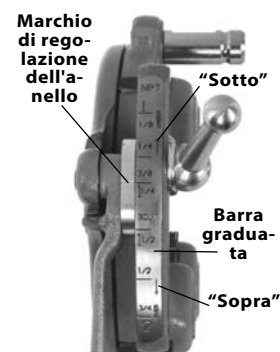

Figura 7 - Regolazione della dimensione della filettatura
3. Cominciare con il marchio di regolazione della maglia allineato con il marchio della dimensione desiderata sulla barra graduata. Sulle teste portapettini a Bullone, impostare il marchio della maglia sulla linea nella barra graduata. Per le filettature di bulloni con testa portapettini Universale, impostare tutti i pettini del bullone sulla linea BULLONE nella barra graduata (Figura 7).